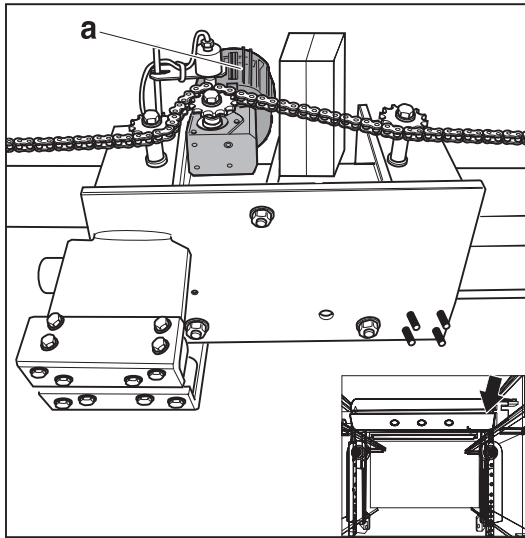

Figura F.17: Motor de traslación – barra de alta presión lateral
- el desplazamiento de la barra de alta presión lateral (Figura F.17)